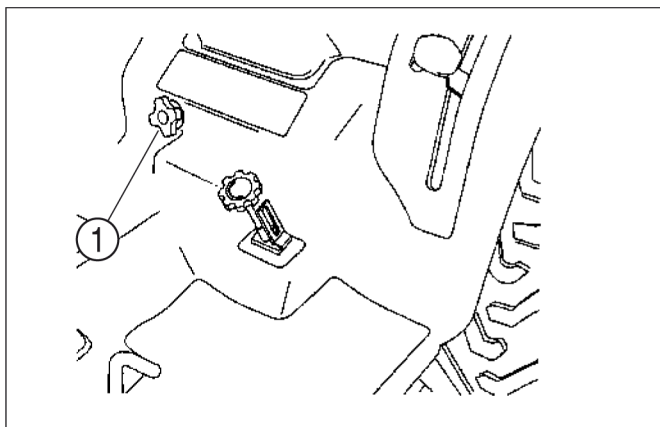

FIG. 93
**Abb. 93:** Vor längerer Stilllegung des Traktors wie bei Saisonende sind die nachfolgenden Vorbereitungen auszuführen, um den Traktor für diesen Zeitraum zu schützen. Diese Maßnahmen hängen auch von Klimazone und Jahreszeit ab.